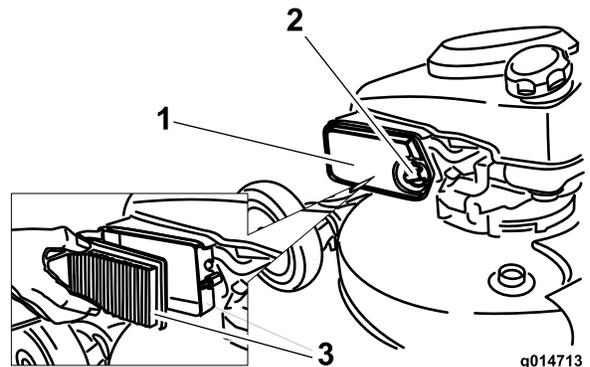

Рисунок 40
- Используя отвертку, откройте крышку воздушного фильтра (Рисунок 40).
- Замените воздушный фильтр (Рисунок 40).